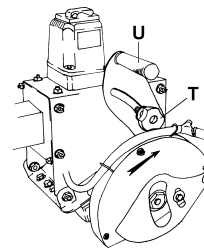

Fig.16
- For at tilpasse skæredybden skal duppen "T" (Fig.16) løsnes, og håndtaget "U" skal trækkes i til den ønskede dybde opnås. Stram derefter duppen "T" igen.
- Træk i håndtaget "U" (Fig.16) for at skære i materialet.
- Der kan også udføres lodrette skæringer. Drej duppen "C" (Fig.7) 90° og bevæg hovedet ind til det blokeres. Løs duppen "T" (Fig.16) og udfør skæringen ved at skubbe håndtaget "U".
ADVARSEL: Under skæring skal dupperne "T" (Fig.16) og "V" (Fig.17) være godt strammet til, ellers kan det hænde at skæringen ikke vil være helt lige.
(Fig.16) er ikke blevet løsnet.
Løsn duppen "T" (Fig.16).
Duppen "V" (Fig.16) er ikke strammet til.